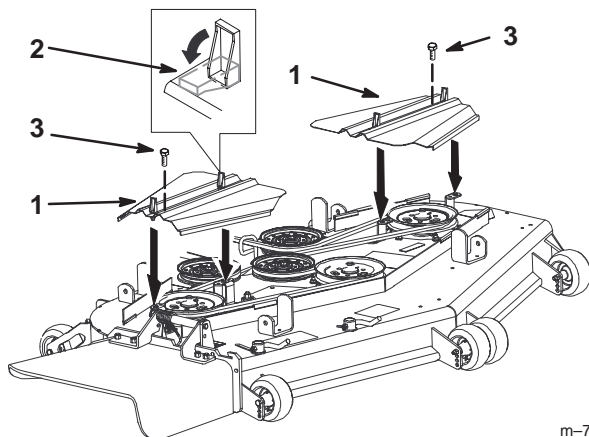

Figure 73
3. Enlevez les boulons des couvercles des courroies (Fig. 73).
4. Déposez les couvercles des courroies (Fig. 73).
8. Posez et verrouillez les couvercles de la courroie (Fig. 73).